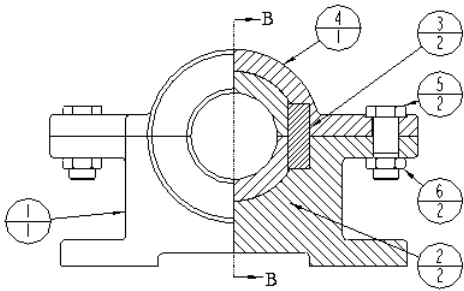

图 7.5.4 带数量的 BOM 球标
Step3. 依次选择 **With Qty (带数量)** → **Done/Return (完成/返回)** 命令，将原有 BOM 球标修改为带数量的球标，修改结果如图 7.5.4 所示。